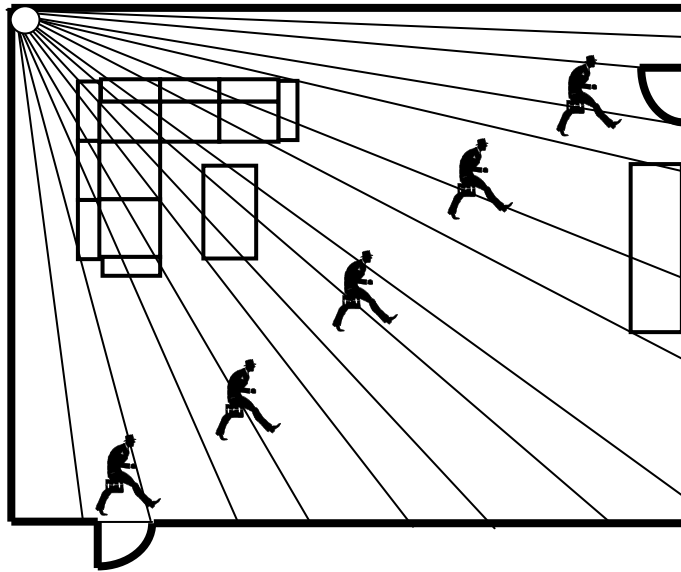

Figura 6
- Coloque el detector de tal forma que la ruta que tenga que seguir el posible intruso cruce las zonas de detección del detector. (Figura 6).